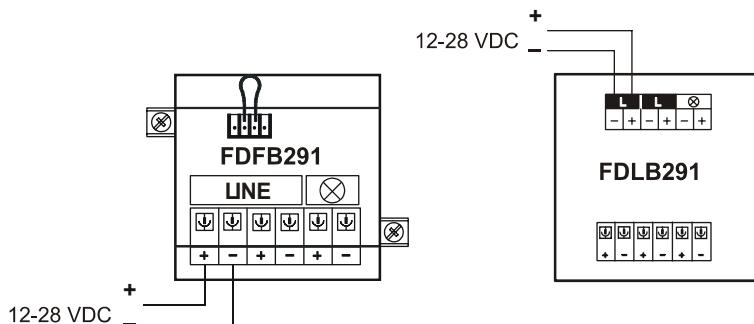

Fig. 1
1. Connect the corresponding base to a 12-28 VDC source (e.g. battery) according to the connection diagram (see Fig. 1).
1. Verbinden Sie den entsprechenden Sockel mit einer 12-28 VDC-Quelle (z. B. eine Batterie) gemäss Anschlusschema (siehe Fig. 1).
1. Raccordez l'embase correspondante à une source VDC 12-28 (par ex. une batterie) conformément au schéma de raccordement (voir Fig. 1).
1. Conecte el zócalo en cuestión a una fuente de 12-28 VDC (p. ej. una batería) siguiendo el diagrama de conexión (ver Fig. 1).
1. Collegare lo zoccolo corrispondente a una fonte VDC 12-28 (per es. una batteria) secondo la schema di collegamento (si veda Fig. 1).